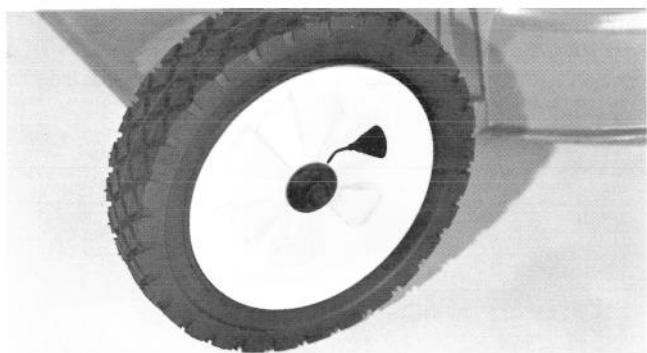

Figure 16
1. Après toutes les 25 heures d'utilisation ou à la fin de la saison de tonte, appliquez 2 ou 3 gouttes d'huile légère sur l'intérieur de tous les boulons de roue (Fig. 16). Faites tourner la roue pour répandre l'huile dans les coussinets de la roue. Essuyez tout excès d'huile.